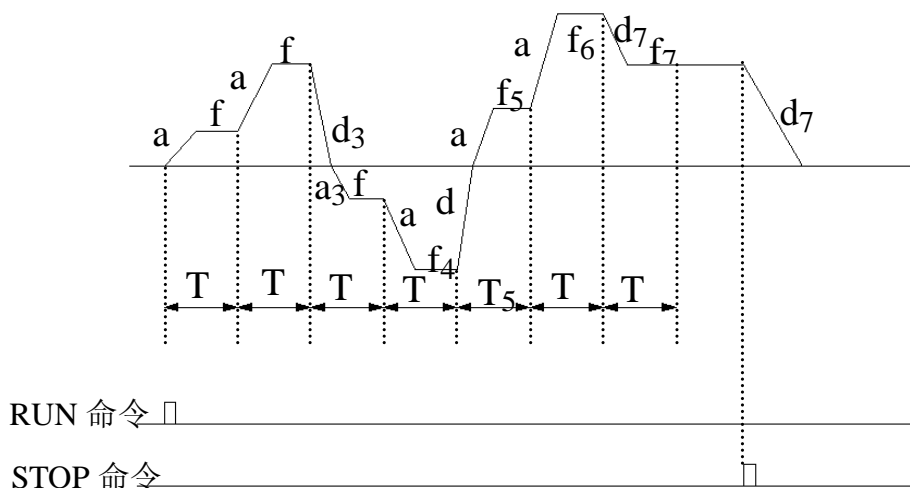

图 6-15 PLC 单循环后保持方式
- 2：单循环后保持最终值. 如图 6-15，变频器完成一个循环后自动保持最后一段的运行频率、方向运行，直到有停机命令输入，变频器以设定的减速时间停机。